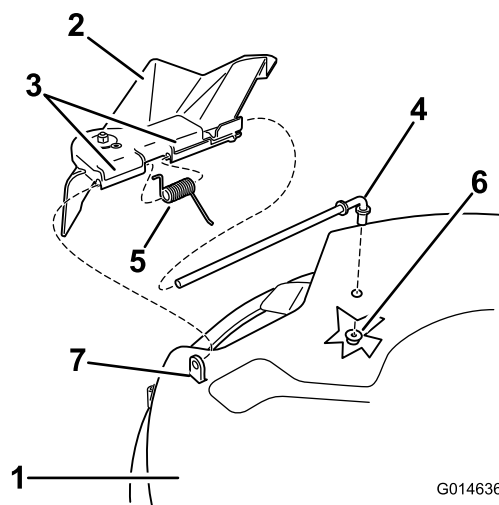

Figura 57
- Localize os itens apresentados em Figura 57.
2. Remova a porca (3/8") da barra debaixo do cortador (Figura 57).
3. Faça deslizar a barra para fora da parte saliente curta, da mola e do defletor de relva (Figura 57).
5. Substitua o defletor de relva (Figura 57).
7. Coloque a mola na barra, com a cablagem da extremidade para baixo, e entre os suportes do defletor de relva. Faça a barra deslizar pelo segundo suporte do defletor de relva (Figura 57).
9. Fixe a extremidade traseira da barra ao cortador com uma porca (3/8"), como se mostra na Figura 57.